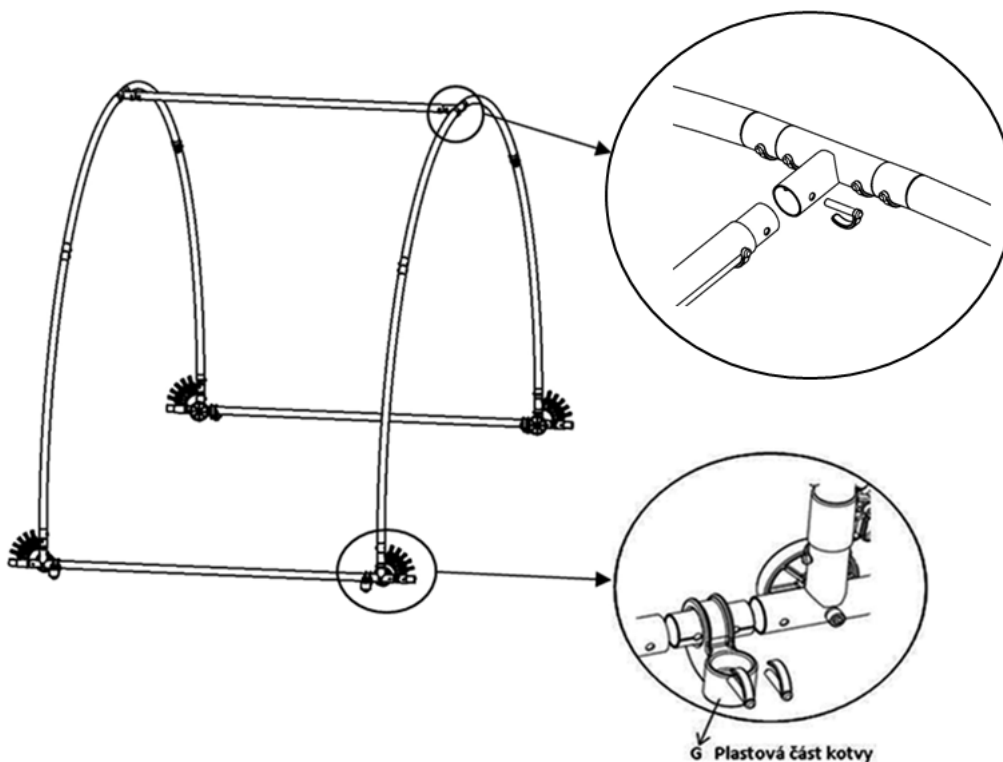

Abbildung 8
Die Verbindungsrohre sind in einem Bügel zu befestigen und mit Stiften zu sichern (L), (Abb. 8 – oberes Detail). An den unteren Verbindungsrohren muss zwischen den Stiften der Kunststoffteil der Verankerung (G) angebracht werden, (Abb. 8 - unteres Detail).